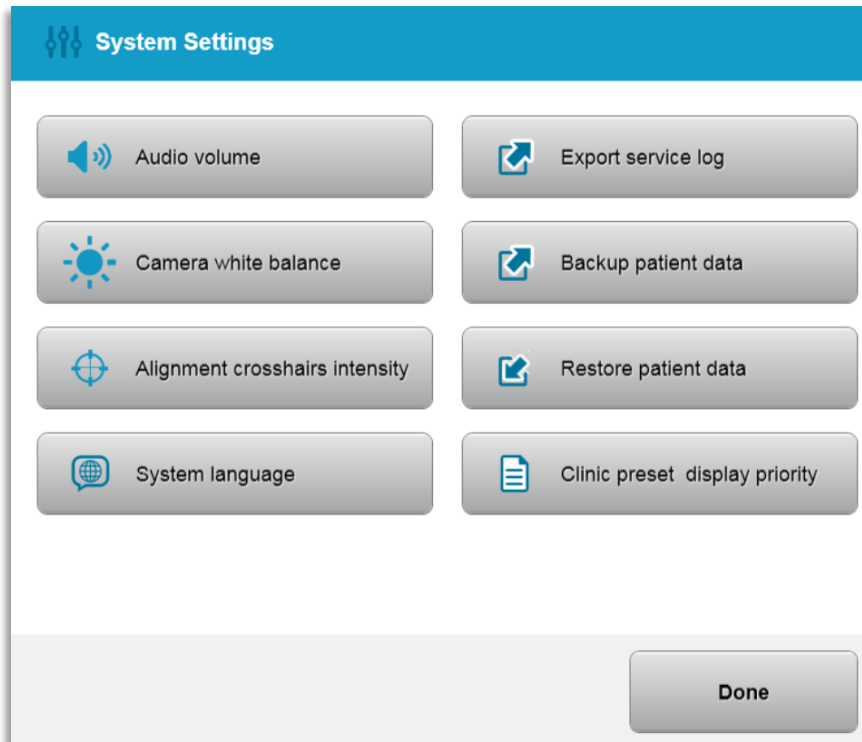

Abbildung 3-52. Menü „Systemeinstellungen“
- Wählen Sie im Optionsmenü „Systemeinstellungen“ (System settings) aus, um auf die Systemeinstellungen zuzugreifen (siehe Abbildung 3-52).